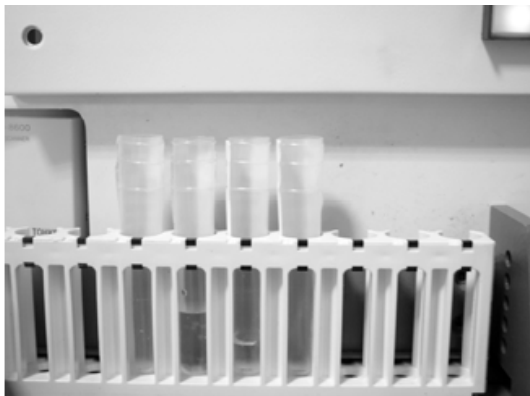

Рис. 6-2
- а) Пробирка для тестирования должна быть одноразовой пластиковой пробиркой диаметром 15-16 мм и высотой не выше 100 мм. Убедитесь в том, что пробирка по высоте не выступает за пределы нижней границы передней дверцы анализатора (рис. 6-2).